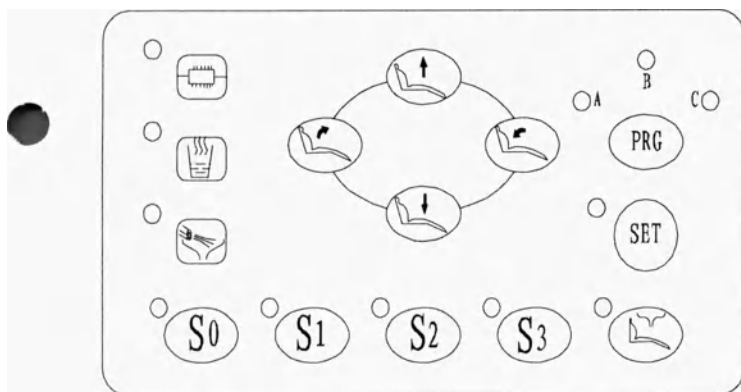

Рисунок 4-9 Главная панель управления
4.1.5.2 Если была установлена непрерывная подача воды для полоскания, она контролируется схемой платой внутри гидроблока. Такая функция может быть настроена пользователем. Чтобы выполнить настройку, сначала нажмите клавишу «SET» на главной панели управления для включения индикатора (Рисунок 4-9, 4-10). Затем поставьте чашку под трубку для полоскания и нажмите и удерживайте клавишу «Gargling water» («Вода для полоскания») до тех пор, пока не будет получено требуемое количество воды. После того, как вы отпустите клавишу, подача воды прекратится. Затем снова нажмите клавишу «SET» для выключения светового индикатора. После этого компьютер запомнит предыдущие действия. Теперь для получения воды нужно лишь нажать клавишу «Gargling water», после чего будет выполнена подача воды в том же количестве, как и в первый раз.